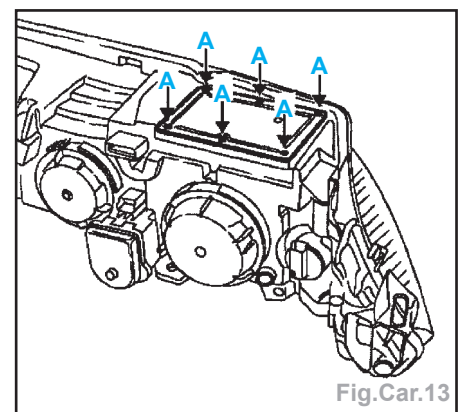

Fig.Car.13
- Déposer les vis (A) (Fig.Car.13).